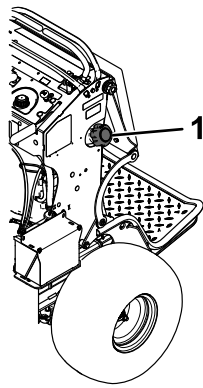

Figura 46
3. Limpie alrededor del tapón del depósito de combustible para evitar que entre suciedad en el depósito (Figura 46).